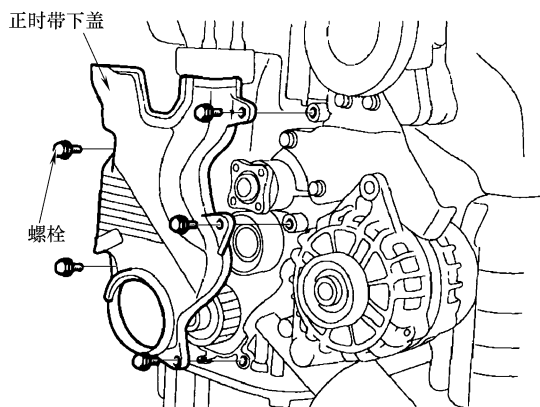

图 31-11 拆卸螺栓和正时带下盖
14) 如图 31-11 所示，拆卸 5 个螺栓和正时带下盖。